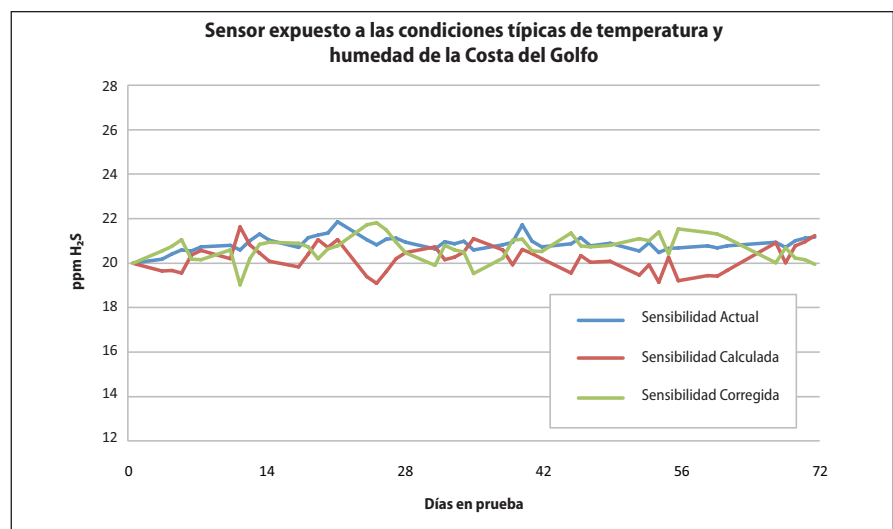

Figura 2
Además de esta prueba extrema, se probaron varios sensores en las condiciones de uso típicas del clima de Houston, Texas. La figura 2 representa el desempeño del sensor en un ambiente simulado con un ciclo de 20 °C (68 °F) 90% de humedad relativa (HR) a 34 °C (93 °F) 55% HR en un período de 60 días. Varios sensores se sometieron a esta evaluación con un alto nivel de precisión en este lapso de tiempo.